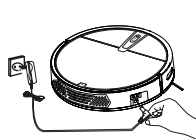
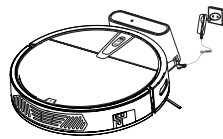

Рис. 2
Рис. 3
7. Зарядите пылесос. Это можно сделать двумя способами: через сетевой адаптер (Рис. 2) или с помощью зарядной станции (Рис. 3).